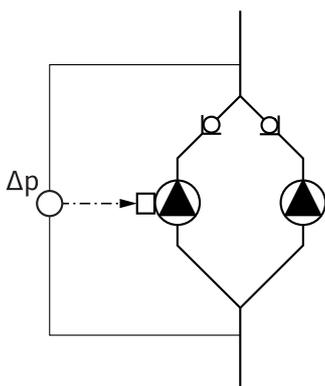

Fig. 18: Exemple de raccord du capteur de pression différentielle
- Dans l'exemple présenté sur la Fig. 18, la pompe maître est la pompe gauche dans le sens d'écoulement. Raccorder le capteur de pression différentielle sur cette pompe.
- Les points de mesure du capteur de pression différentielle de la pompe maître doivent se trouver dans le tuyau du collecteur concerné côté aspiration et refoulement de la station à double pompe (Fig. 18).